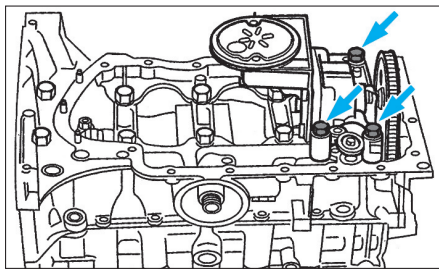

Fig. 14
- les vis de fixation de la pompe à huile (Fig.14).